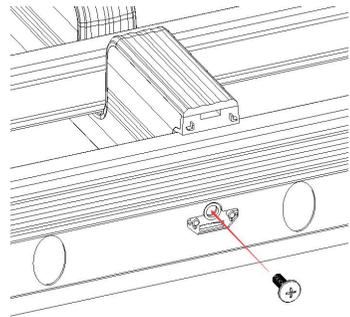

图 13
- b. 按遥控器的下降键，衣杆下降到适合的位置；托起衣杆，用 M4*14mm 的大圆头螺丝，将衣杆与衣杆支撑板固定在一起，如图 13 所示。同理，将另一端衣杆组件装入衣杆。